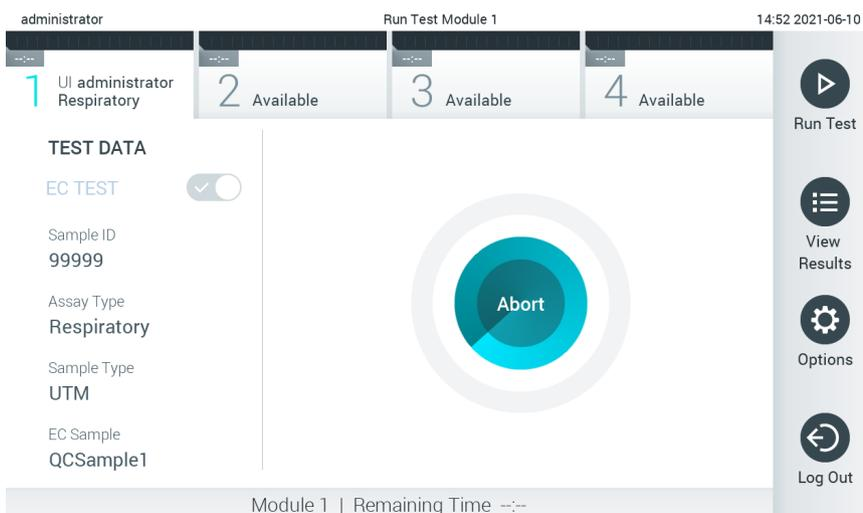

Abbildung 95. Testdurchführung und Anzeige der verbleibenden Laufzeit.
10. Nach dem Erkennen der QIAstat-Dx Assay-Kartusche schließt der QIAstat-Dx Analyzer 1.0 automatisch den Deckel der Kartuschenöffnung und startet den Testlauf. Es ist kein weiterer Bedieneingriff erforderlich. Während der Test läuft, wird die restliche Zeit auf dem Touchscreen angezeigt (Abbildung 95).